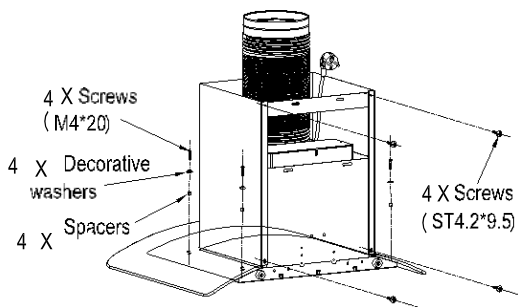

Рисунок 5
3. Присоедините стекло к верхней части корпуса вытяжки при помощи винтов M4\*20 (4 шт.), предварительно подложив шайбы и вставив их в резиновые втулки. Равномерно затяните винты не допускайте перекоса. См. Рис.5.
4. Закрепите пластиковый воздуховод. Установите дымоход, используя винты ST4.2\*9.5 к задней части корпуса вытяжки и удерживающей планке. См. Рис.5.